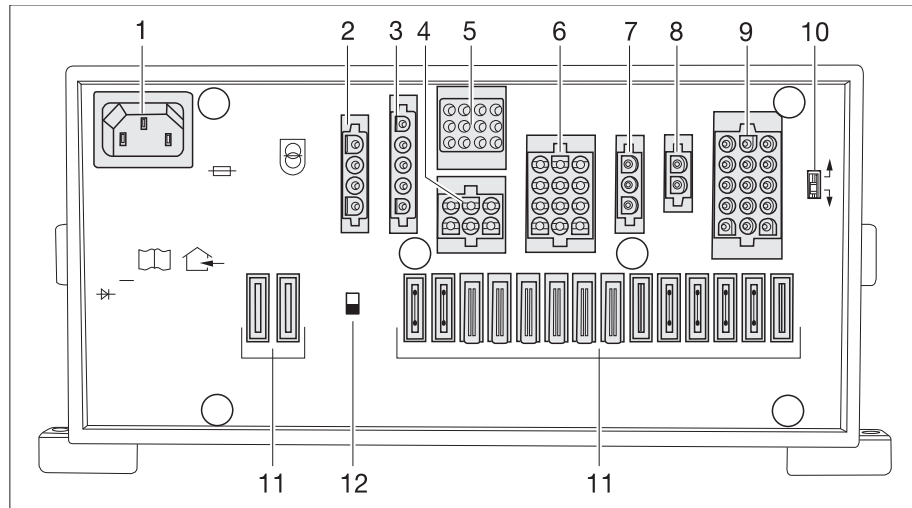

Fig. 263 Bloc électrique (EBL 119)
- ▷ L'interrupteur-séparateur de batterie (Fig. 263,12) coupe du réseau 12 V tous les consommateurs raccordés au bloc électrique.
- ▶ Si le sélecteur de batterie (Fig. 263,10) est mal réglé, il peut se former du gaz détonant. Risque d'explosion !
Avec le sélecteur de batterie (Fig. 263,10), on peut régler le chargeur dans le bloc électrique sur le type de la batterie de cellule incorporée dans le véhicule ("plomb acide", "plomb gel" ou AGM).